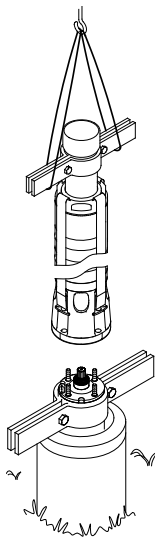

Fig. 18 Elevação da bomba para a posição correcta
3. Eleve a parte da bomba utilizando braçadeiras de tubo montadas na tubagem de elevação. Consulte a fig. 18.